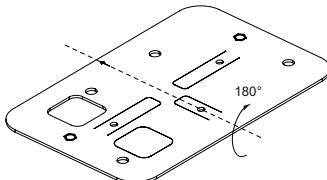
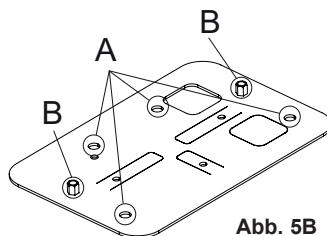

Abb. 5A
Abb. 5B
- 2) Die Platte mit dem zur Zahnstange (Abb. 5A) gerichteten Pfeil um 180° drehen, gemäß den Maßen von Abb. 3 ansetzen und als Schablone für die 4 Bohrungen der Dübel (Pos. A) sowie der Verankerungsschrauben des Getriebemotors (Pos. B) verwenden (Abb. 5B). Das Drehen der Platte ist erforderlich, da die Gewindestütze ansonsten das ebene Verlegen der Platte verhindern.